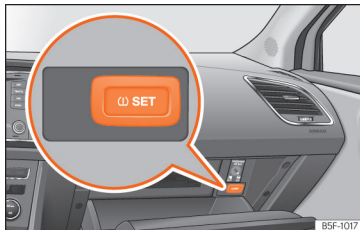

Fig. 297 Vano portaoggetti: interruttore per il controllo degli pneumatici.
- *Veicoli senza sistema Easy Connect*: tenere premuto il tasto (L) **SET** » fig. 297 fino a sentire un segnale acustico.